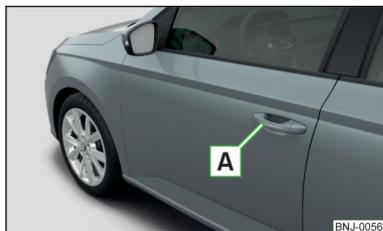

Abb. 31
- Am Türgriff **A** » Abb. 31 der jeweiligen Tür ziehen.